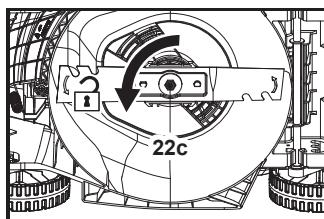

Fig. 20
1. Maintenir le dessous de la machine et la lame de coupe (22) propres et exempts de débris. Retirer l'herbe coupée de la goulotte d'éjection arrière (21).
3. Garder la lame de coupe (22) aiguisée pour assurer de bonnes performances de coupe. Si la lame de coupe est usée ou endommagée, la remplacer par une neuve de même type ou demander à un spécialiste qualifié de l'affûter.
4. Desserrer le boulon de fixation (22c) dans le sens antihoraire à l'aide d'une clé à chocs électrique adaptée (taille de douille 13 mm) (Fig. 20), puis le retirer avec la rondelle plate (22b) et la lame de coupe (22).